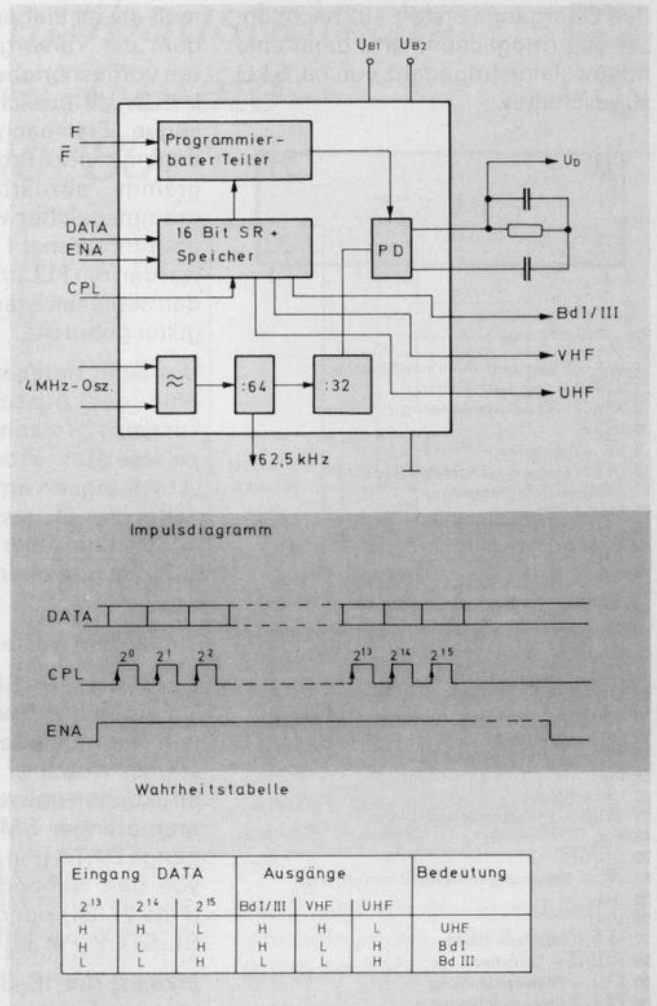

Bild 5 Blockschaltung mit Impulssdiagramm und Wahrheitstabelle
**Bild 5** zeigt die Blockschaltung mit Impulssdiagramm und Wahrheitstabelle.